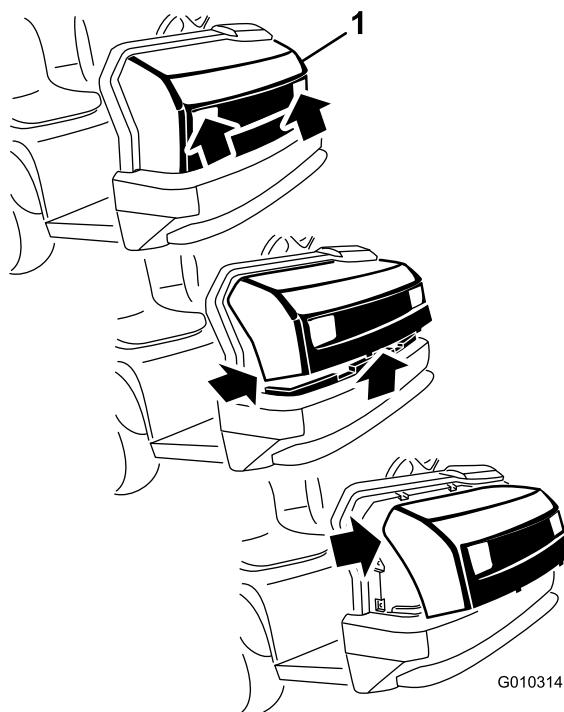

Figura 3
1. Afferrate il cofano dalle aperture dei fari, sollevatelo per sganciare le linguette di montaggio inferiori dalle fessure del telaio (Figura 3).
2. Ruotate verso l'alto la parte inferiore del cofano in modo da estrarre le linguette di montaggio superiori dalle fessure del telaio (Figura 3).
3. Ruotate in avanti la parte superiore del cofano e scollegate i connettori dei fili dai fari (Figura 3).